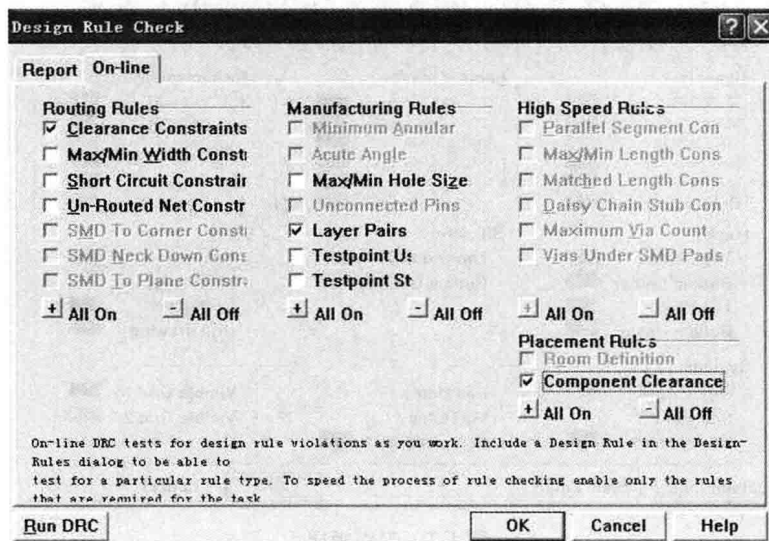

图 1-4 元件检查设置窗口
(4)在元件配置方面,Protel 99SE 给出了群组元件的定义、动态的鼠线最佳化和鼠线长度的动态分析提示。另外,提出 X 轴与 Y 轴可分别定义的元件配置格点与简易的特殊范围划分,并提供元件安全间距的联机立即检查(Component Clearances On-line Check)与整批的设计规则检查(Batch DRC),如图 1-4 所示。